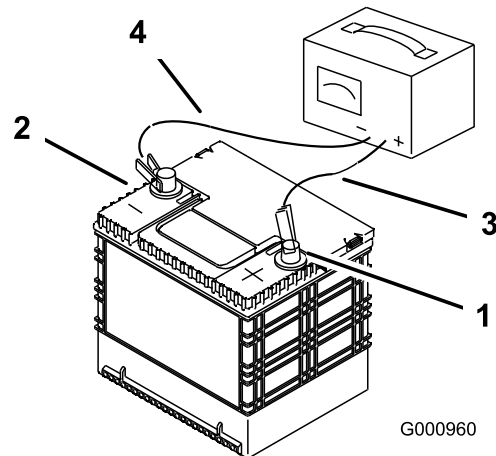

Figura 47
2. Quando la batteria è completamente carica, staccate il caricabatterie dalla presa elettrica e scollegate i cavi di ricarica dai poli della batteria (Figura 47).